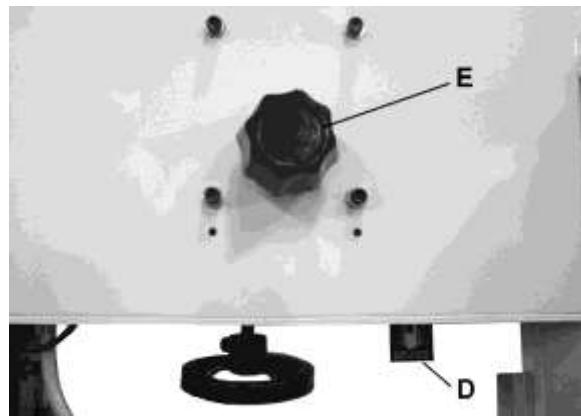

Рис. 8.
- Используйте индикатор натяжения ленточного полотна (D, Рис. 8) только для примерной настройки. Проверять правильность натяжения следует надавливанием на полотно пальцем.
1. Поворачивайте ручку регулировки хода (E, Рис. 8) по часовой стрелке, чтобы сдвинуть полотно к передней стороне шкива.